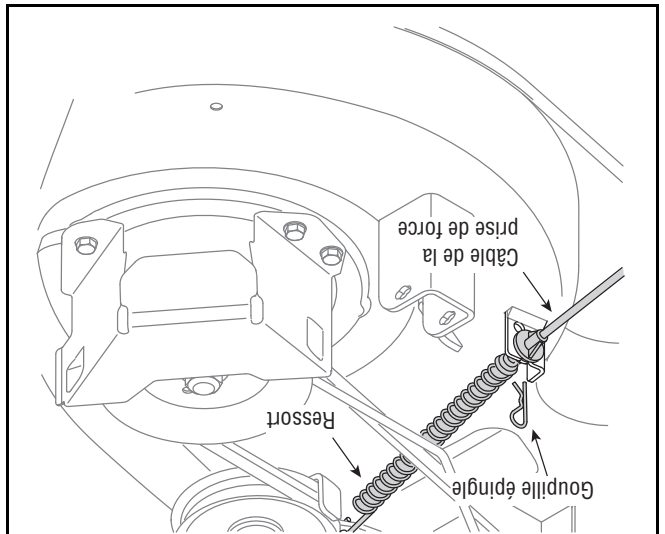

Figure 22
3. Enlevez la goupille épingle qui maintient le câble de la prise de force sur l'arrière du plateau de coupe. Voir la Figure 22.